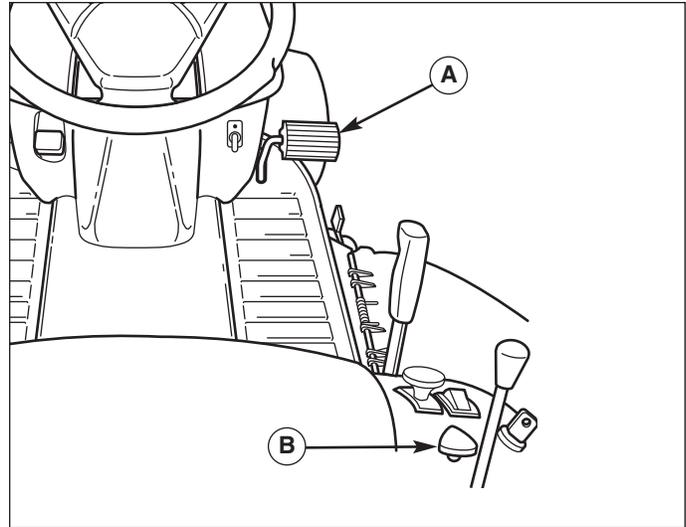

Figure 2. Fonctionnement de la pédale d'embrayage/frein
1. Appuyer sur la pédale d'embrayage/frein (A, Figure 2) pour désengager la transmission. Enfoncer la pédale complètement pour serrer le frein du tracteur.
2. Pour mettre le frein de stationnement, enfoncer complètement la pédale d'embrayage/frein et tirer sur le bouton du frein de stationnement (B, Figure 2).